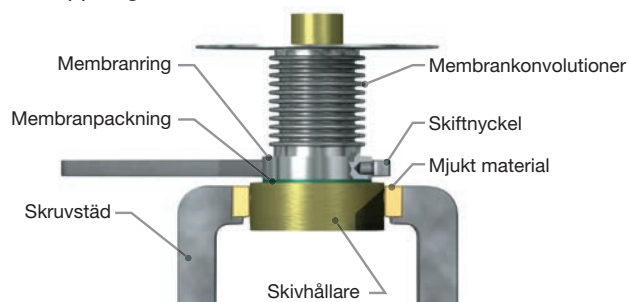

Bild 17: Demontering av membranringen
Membranvecken (se bild 17) är mycket tunna och ömtåliga. Var noga med att skydda dem från skador.
11. Ta bort guiden (9) från skivhållaren (8). (För ventiler med begränsat lyft, se Kontrollera lyftet på ventiler med begränsat lyft). För V- och W-öppningar lossas membranerna från guiden innan guiden tas bort.
12. För öppningsventiler D till U (se bild 7) är membranerna fästa vid skivhållaren (8) med högergångor. Använd en speciell skiftnyckel på membranringen för att ta bort den genom att vrida den moturs (se bild 17).